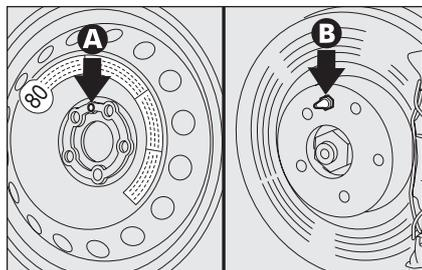

fig. 8
- montare il ruotino facendo coincidere uno dei fori **A-fig. 8** con il relativo perno di centraggio **B**;